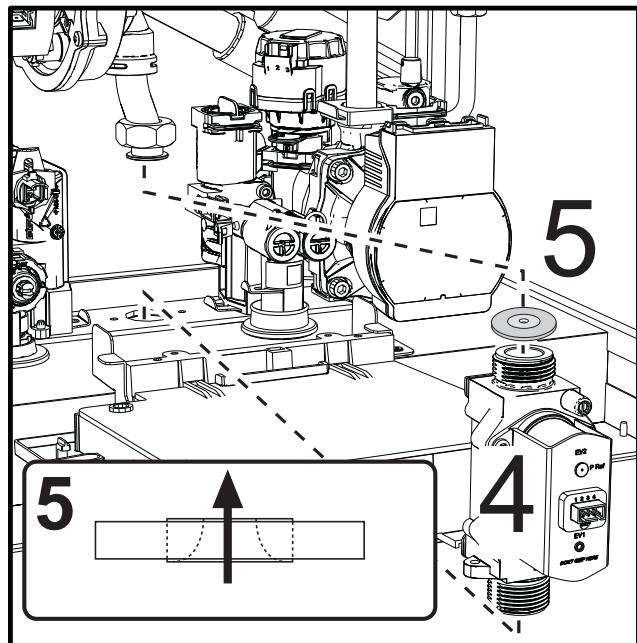

рис. 60
- Выньте газовый клапан "4" и газовую диафрагму "5" (рис. 60).